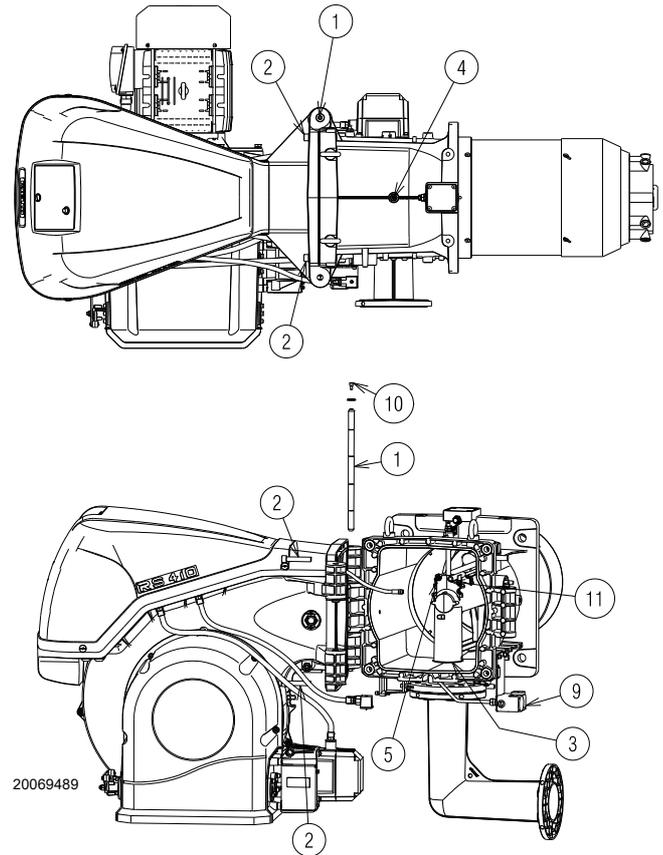

Fig. 16
El quemador sale de fábrica preparado para la apertura hacia la izquierda, manteniendo por tanto el perno 1)(Fig. 16) en su alojamiento.
- A** desconectar el conector macho/conector hembra 9)(Fig. 16) del presostato gas de máxima;
- D** abrir el quemador completamente como en Fig. 16;
Para la apertura del quemador por el lado opuesto, antes de quitar el perno 1)(Fig. 16), verificar que los 4 tornillos 2) estén apretados. Después, desplazar el 1) hacia el lado opuesto, solo entonces será posible quitar los tornillos 2). Desconectar la toma 9 (Fig. 16) del presostato gas de máxima, después, proceder como se describe arriba en el punto **C**).